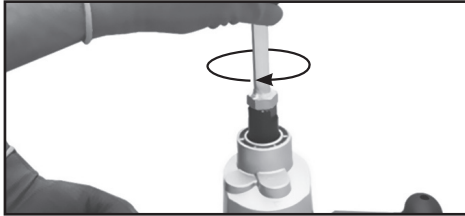
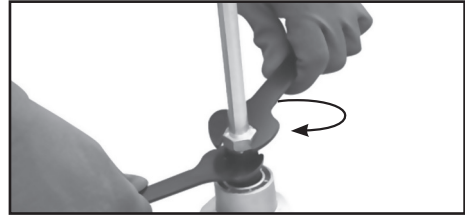

Fig. 2 - FIJACIÓN DEL BATIDOR AL EJE
Fig. 3 - BLOQUEO DE LA VARILLA EN EL EJE
2. Atornille el otro extremo de la varilla batidora en el eje del equipo, utilizando 02 llaves para apretarlo correctamente. (Fig. 2 e Fig. 3).